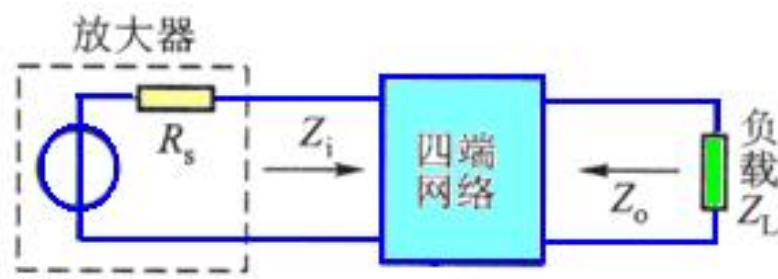

图4.3.4 放大器与负载之间用四端网络耦合
高频功率放大器的级与级之间或放大级与负载之间，都要采用一定形式的回路，这个回路一般是四端网络。如图4.3.4所示。
- 最常见的输出匹配网络如图4.3.4所示。将天线（负载）回路通过互感或其他形式与集电极调谐回路相耦合。 L_1C_1 回路称为中介回路； R_A 、 C_A 分别代表天线的辐射电阻和等效电容，作用是使天线回路处于串联谐振状态，以获得最大的回路电流，使天线辐射功率达到最大。
- 除了图4.3.4所示的电路外，还可以用其他形式的四端网络，例如 π 形，T形网络等，但不论采用哪种选频匹配网络，从集电极向右方看去，它们都等效为一个并联谐振回路，如图4.3.5所示。